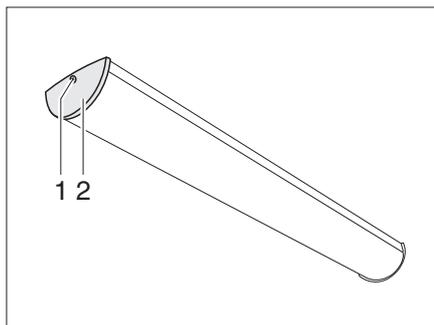

Bild 275 Wohnraumleuchte
- Schraube (Bild 275,1) herausdrehen und Abdeckung (Bild 275,2) abnehmen.